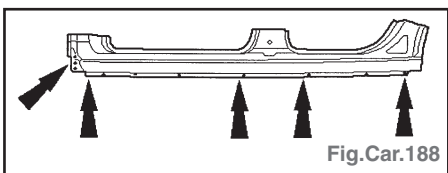

Fig.Car.188
- Percer des trous pour le soudage par bouchonnage et des trous par le bas dans la zone de renfort de montant B (Fig.Car.188).